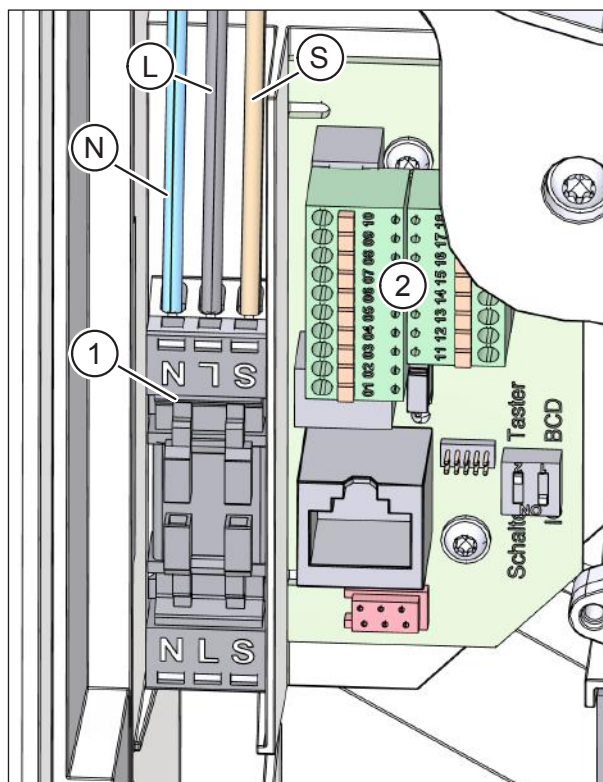

Рис. 40: подключить сетевой кабель и, при необходимости, кабель линии управления
- ▶ Подключите нулевой проводной кабель N (поз. N на рис. 40) и внешний проводной кабель L (поз. L на рис. 40) к разъему подключения (поз. 1 на рис. 40) на вентиляционной установке.
- ▶ При необходимости, подключите провод для внешнего входа управления (поз. S на рис. 40) к разъему подключения.
- ▶ При необходимости, подключите кабель линии управления на клемм-блоке (поз. 2 на рис. 40) платы подключений (только для определенных вентиляционных установок, см. таб. 4 в разделе 10.9 на стр. 28).